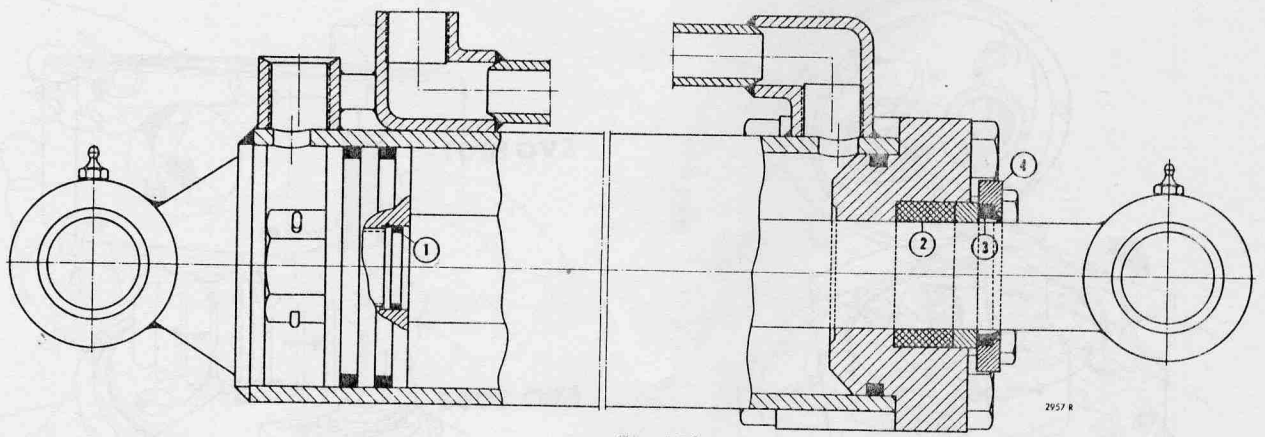

Fig 182.
5. Lossa skruvarna som håller justerbrickan 4, se fig 182.